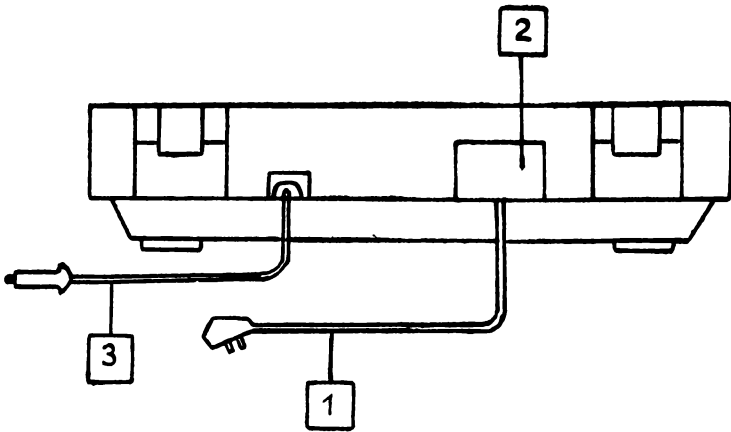

Рис. 5
6.1.8. Подключите сигнальный кабель 3 (см. рис. 5) к усилителю низкой частоты ко входу, соответствующему магнитному звукоснимателю. Включите вилку шнура питания 1 в розетку сети переменного тока.